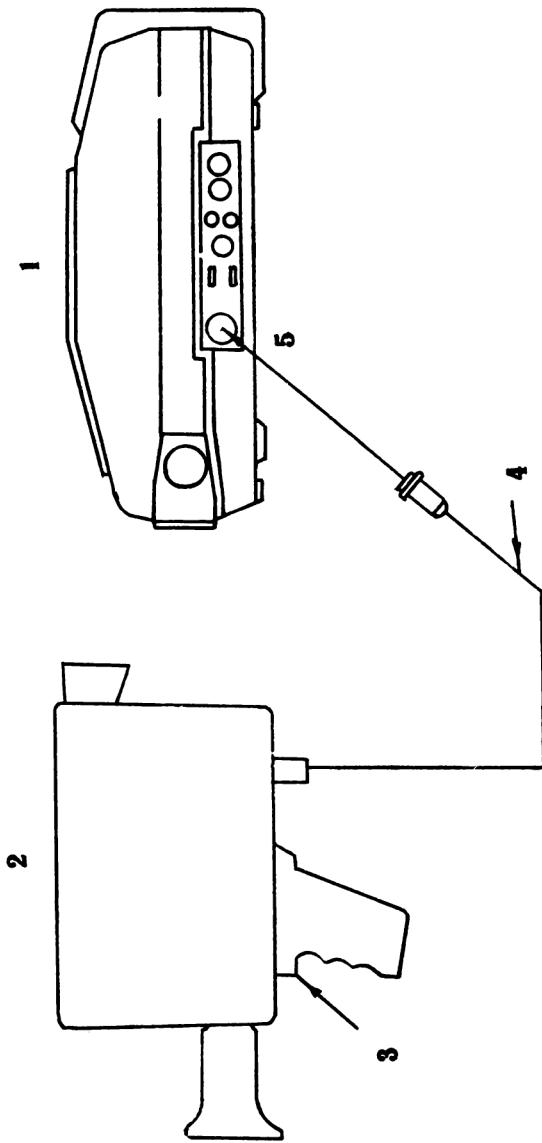

Рис. 5
- подсоедините кабель телекамеры к видеомагнитофону (рис. 5);